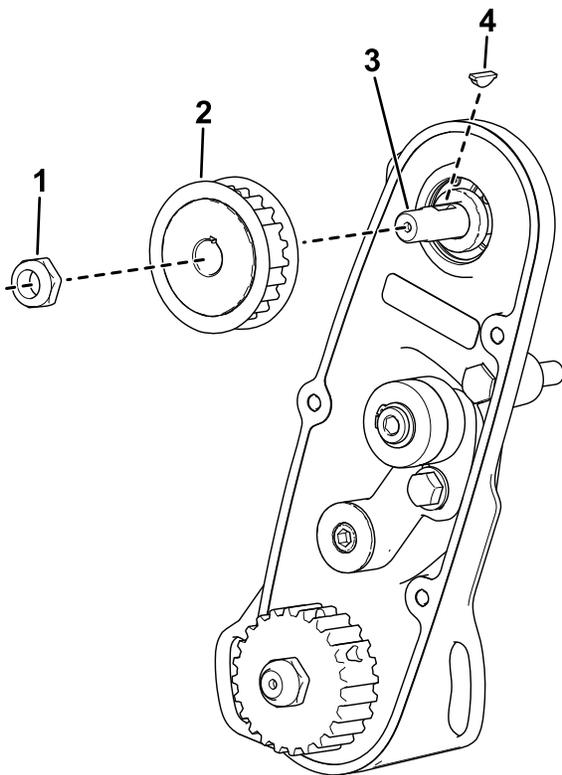

Figura 6
2. Instale la chaveta en el chavetero del árbol de transmisión (Figura 6).
3. Instale la polea (Figura 6).
4. Utilice la tuerca para sujetar el árbol de transmisión nuevo del molinete al conjunto (Figura 6).